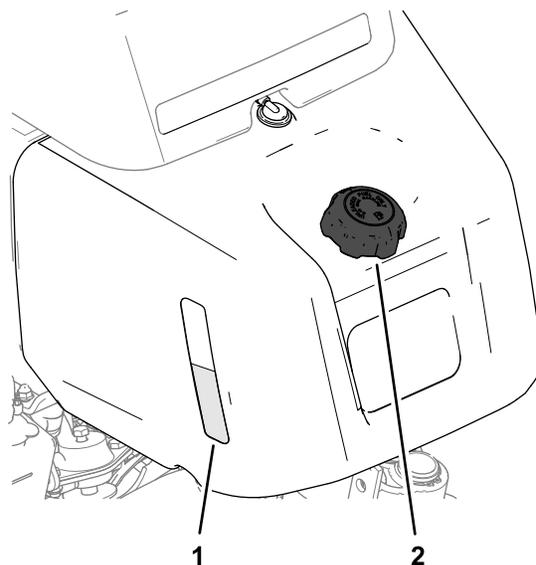
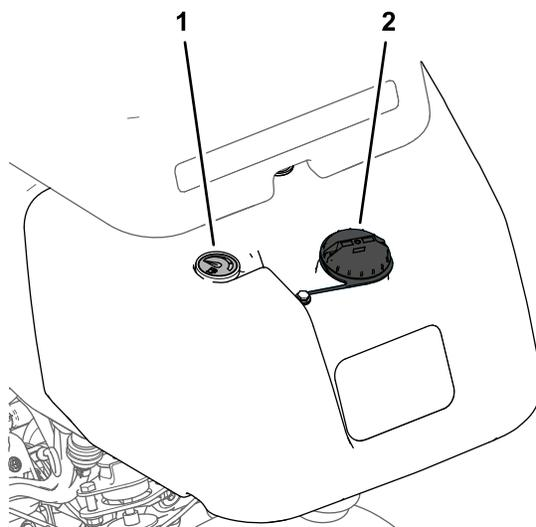

Рисунок 21
Рисунок 22
1. Очистите область вокруг крышки топливного бака и снимите крышку (Рисунок 21 или Рисунок 22).